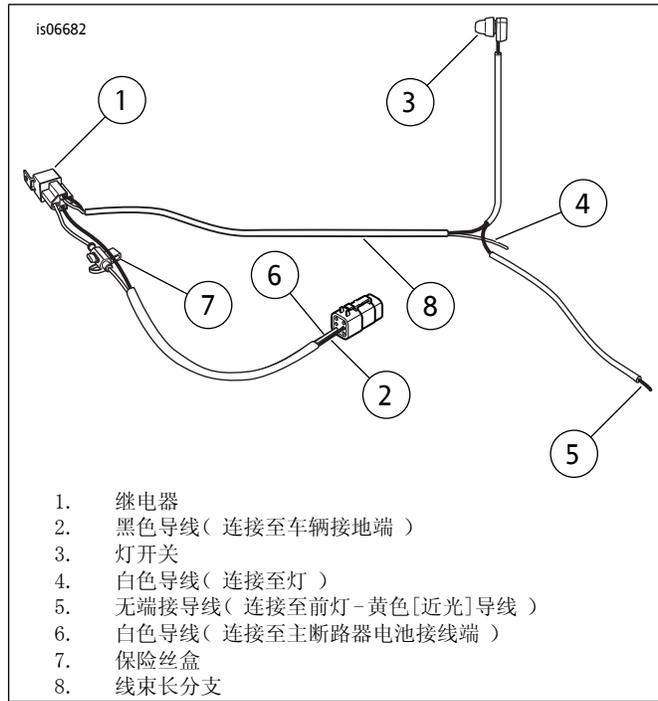

图4。线束组件标识
参见图4了解线束部件标识。
- 参见图4。将线束穿过转向头,沿把手左侧至离合器控制件布设线束的车灯开关(3)分支。